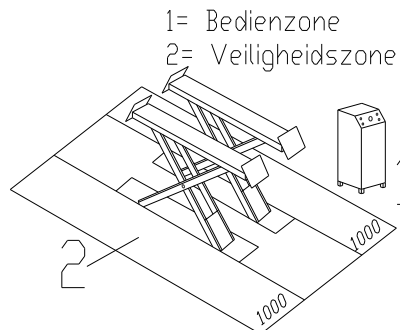

Fig.5
**De veiligheidszone (Fig.5) wordt gedeeltelijk bepaald door de afmetingen van het te heffen voertuig.**
Tijdens stijg- en daalbewegingen moet de bediener zich in de bedieningszone (1) bevinden, zoals aangegeven in Fig.5. De aanwezigheid van personen in de veiligheidszone (2) is ten strengste verboden. De aanwezigheid van personen onder het voertuig is alleen toegestaan als het voertuig geparkeerd is in de geheven stand.